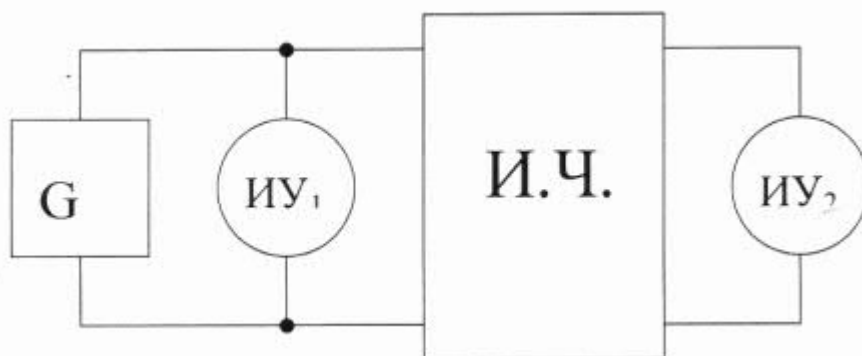

Рис.4. Схема измерений.
3.3. Собрать схему измерений (Рис. 4).
2. схема измерений (Рис.4);